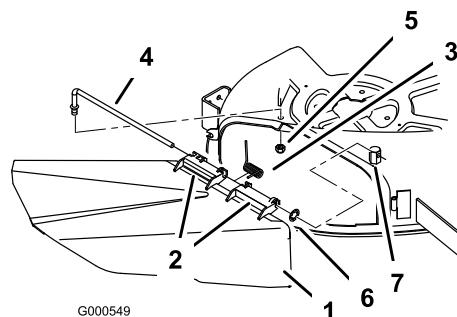

Figura 51
- Individuate le parti illustrate nella Figura 51.
- Togliete il dado (3/8 poll.) dall'asta sottostante il tosaerba (Figura 51).
- Estraete l'asta dal distanziatore corto, dalla rosetta di sicurezza interna, dalla molla e dal deflettore di sfalcio (Figura 51). Togliete il deflettore dell'erba tagliata se è danneggiato o consumato.
- Rimontate il deflettore di sfalcio e la rosetta di sicurezza interna (Figura 51).
- Collocate la molla sull'asta (tenendo abbassati i fili alle estremità), tra le staffe del deflettore di sfalcio. Infilate l'asta nella seconda staffa del deflettore di sfalcio e nella rosetta di sicurezza interna (Figura 51).
- Inserite l'asta dalla parte anteriore del deflettore dello sfalcio, nel piccolo isolatore sul piatto di taglio. Fissate l'estremità posteriore dell'asta nel tosaerba con un dado (3/8 poll.) (Figura 51).